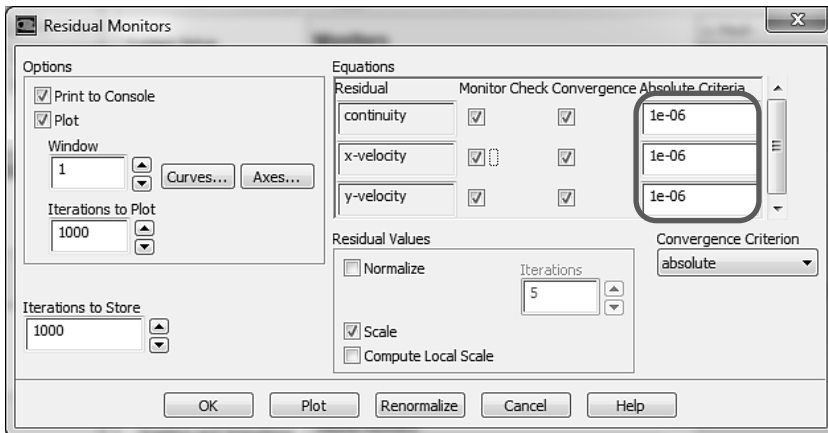

Рис. 1.49
- 3) В появившемся окне Residual Monitors изменяем значения Absolute Criteria, расположенные напротив строк Residual для continuity, x-velocity, y-velocity, на 10^{-6} рис. 1.49.